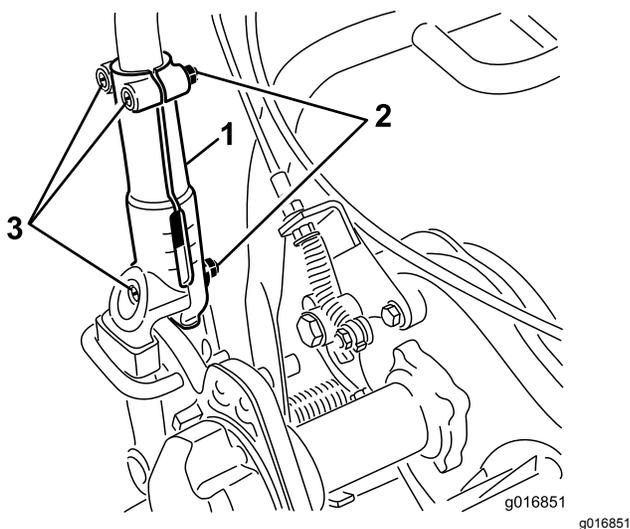

Figura 26
1. Allentate i 3 bulloni a testa tonda e i dadi che fissano ciascun lato della maniglia ai relativi morsetti (Figura 26).